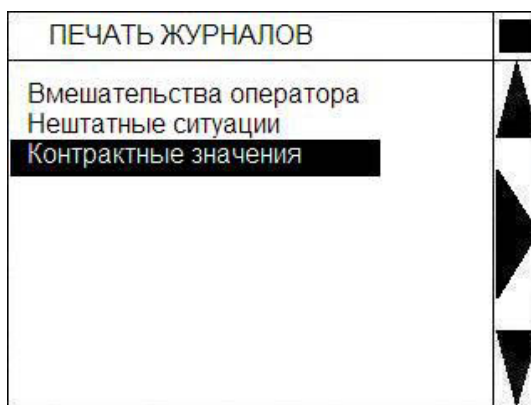

Рис.15 – Меню «Печать журналов»
3.4.6.6.1 Выбор пункта «Печать журналов» из меню «Печать» открывает экран, показанный на рис. 15. Навигация по этому меню аналогична навигации в «Главное меню» п.п. 3.4.2.1.